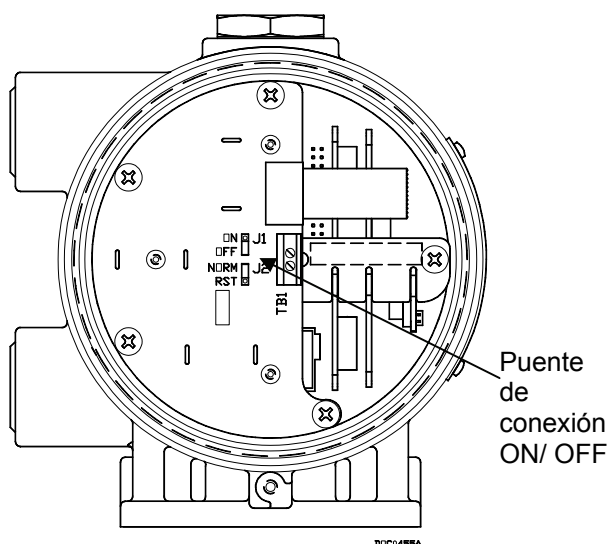

Figura 7. Extremo frontal de FloBoss 103 (sin LCD)
- Coloque el puente de conexión de energía (ubicado en la pantalla LCD si corresponde, o en J1 en la placa de carga de la batería) en la posición ON (encendido). Consulte *Figura 6* y *Figura 7*.